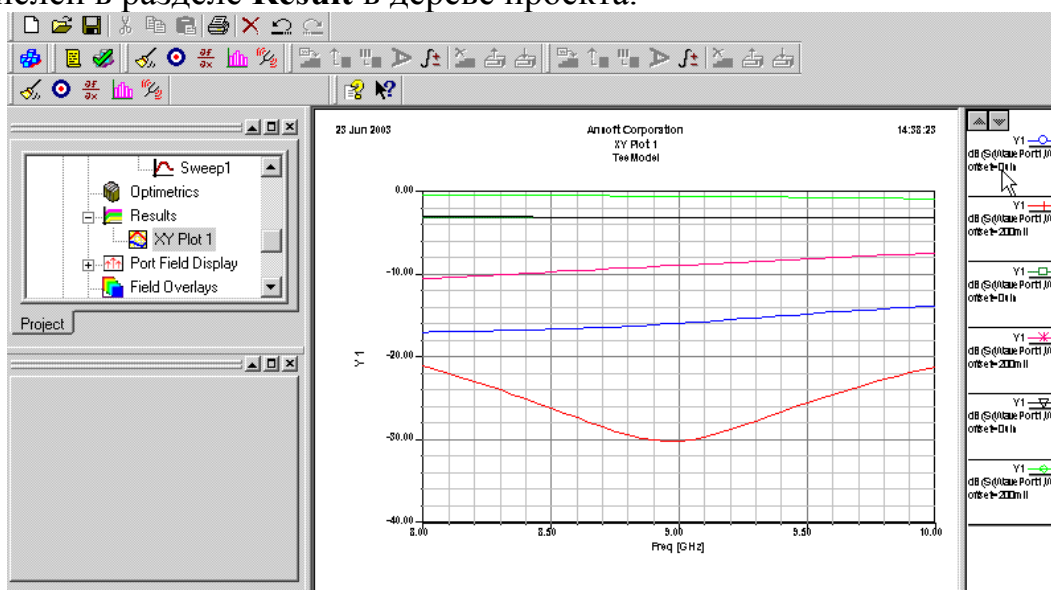

Рис. 6.29. Рассчитанные характеристики волноводного T-моста
9. Щелкните **Done**. Модули S-параметров для каждого сдвига перегородки будут нанесены на частотный график, как показано на рис. 6.29. График будет перечислен в разделе **Result** в дереве проекта.